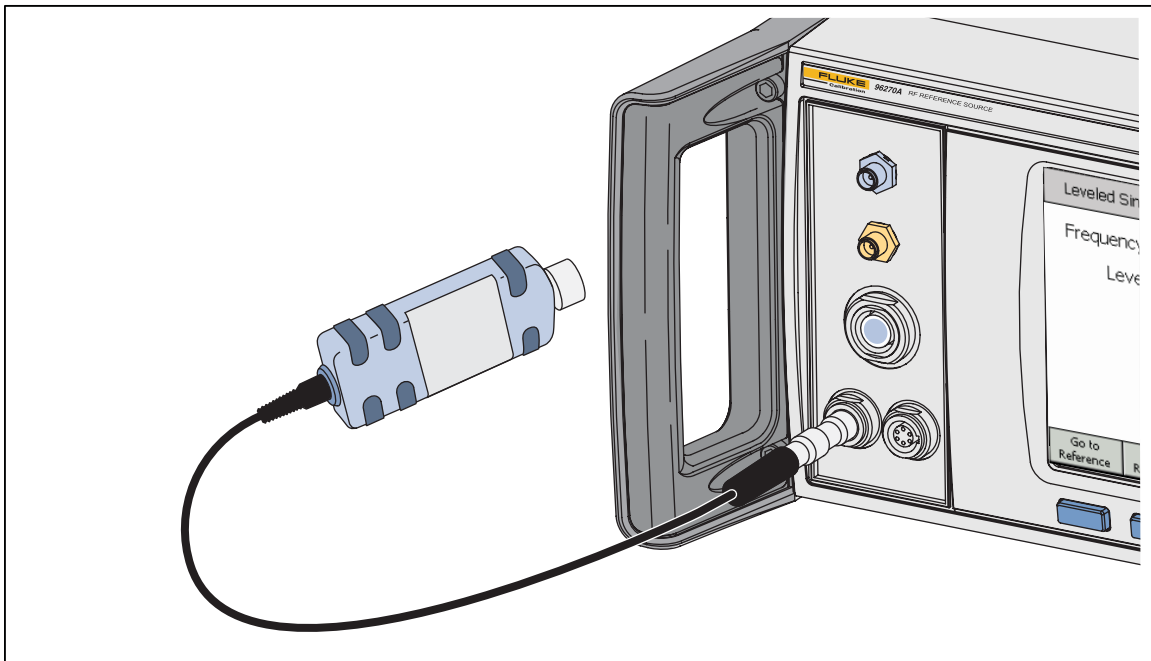

Figure 3-26. Raccordement des capteurs de puissance (96270A)
2. Connectez le connecteur multidirectionnel au connecteur 1 ou 2 approprié du capteur sur l'Instrument. Appuyez fermement sur le connecteur multidirectionnel jusqu'à ce qu'il s'enclenche. Voir la Figure 3-26.